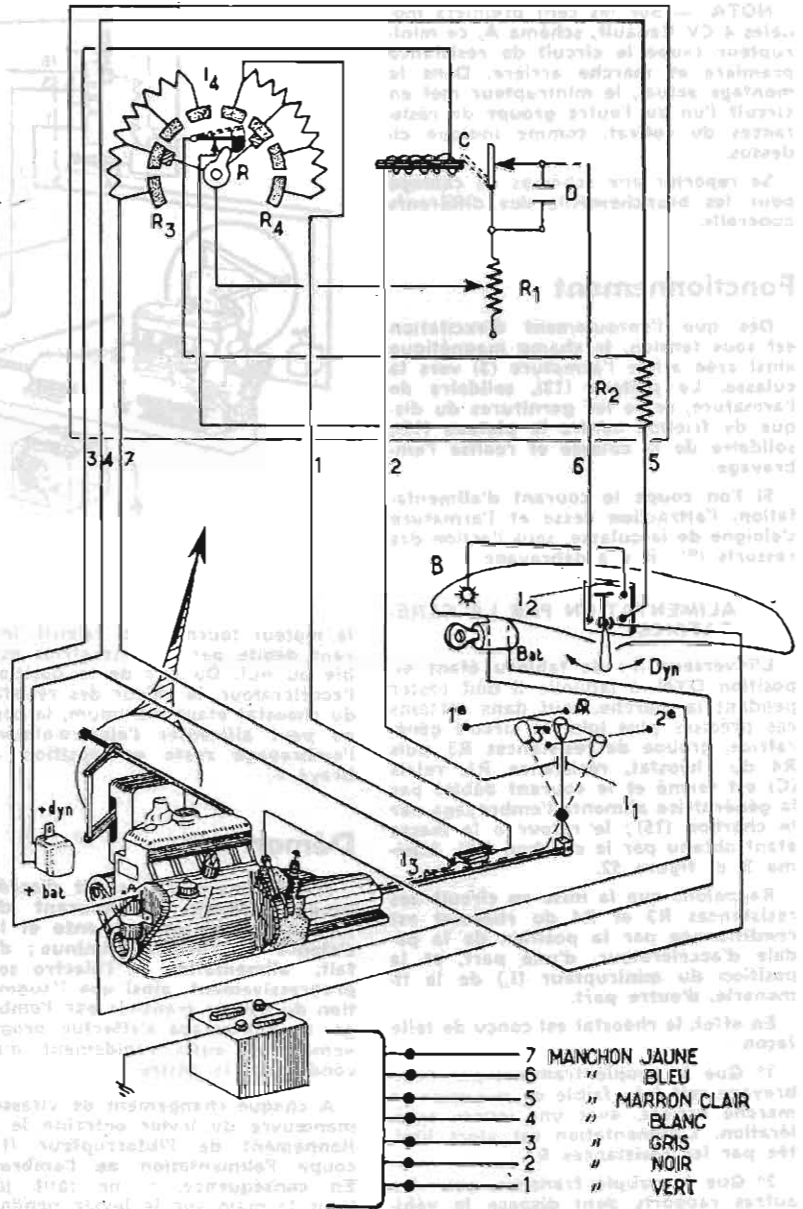

Fig. 55. — Schéma B.
a) L'interrupteur de levier, I. (fig. 55) assurant la coupure du circuit d'alimentation à chaque manœuvre de changement de vitesse.
- 4) Un relais (C) à ouverture, dont l'excitation est contrôlée par l'interrupteur de levier de vitesses.
- 5) Un condensateur (D) protégeant les contacts du relais.